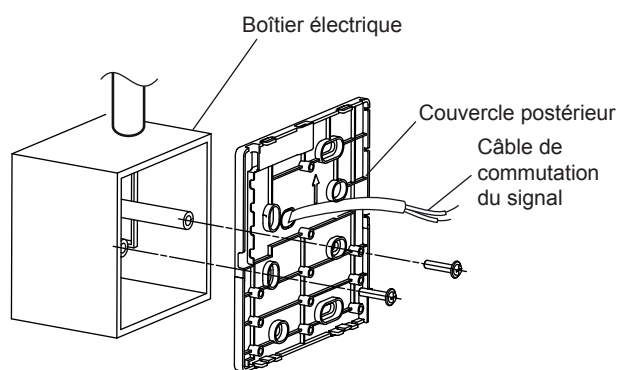

Fig. 5.4
4. Visser le couvercle postérieur au boîtier électrique en s'assurant que le couvercle s'appuie au mur. (fig.5.4)